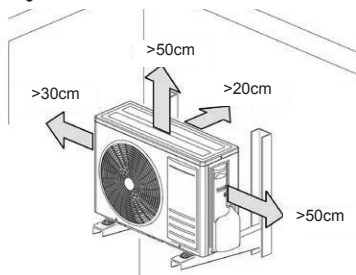
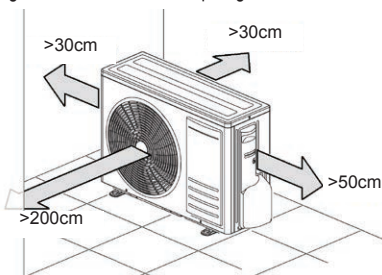

Fig. 6 -
Fig. 7 -
- Plaats de unit volgens de minimale afstanden van eventuele wanden, meubels en dergelijke ("Fig. 6 -" e "Fig. 7 -").